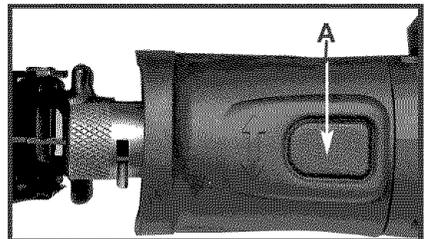
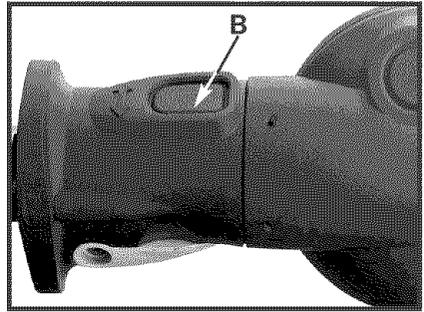

Fig. 8
Fig. 9
3. Para girar la carcasa de calado delantera, oprima el botón de fijación (A), **Fig. 8**. Mantenga oprimido el botón mientras mueve la carcasa de calado delantera en el sentido de las agujas del reloj o en sentido contrario al de las agujas del reloj hasta la posición o el ángulo radial que se desee. Luego, suelte el botón de fijación y siga moviendo la carcasa de calado delantera hasta que el botón de fijación se acople a presión en la posición de retén deseada (B), **Fig. 9**.